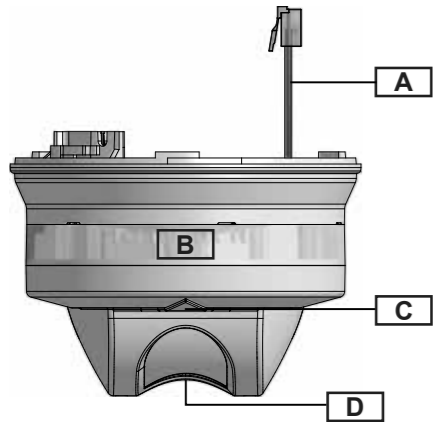

Fig. 1 : Product description
**PRODUCT DESCRIPTION (Fig. 1)**
**DESCRIPTION DU PRODUIT (Fig. 1)**
**DESCRIPCIÓN DEL PRODUCTO (Fig. 1)**
**DESCRIZIONE DEL PRODOTTO (Fig. 1)**